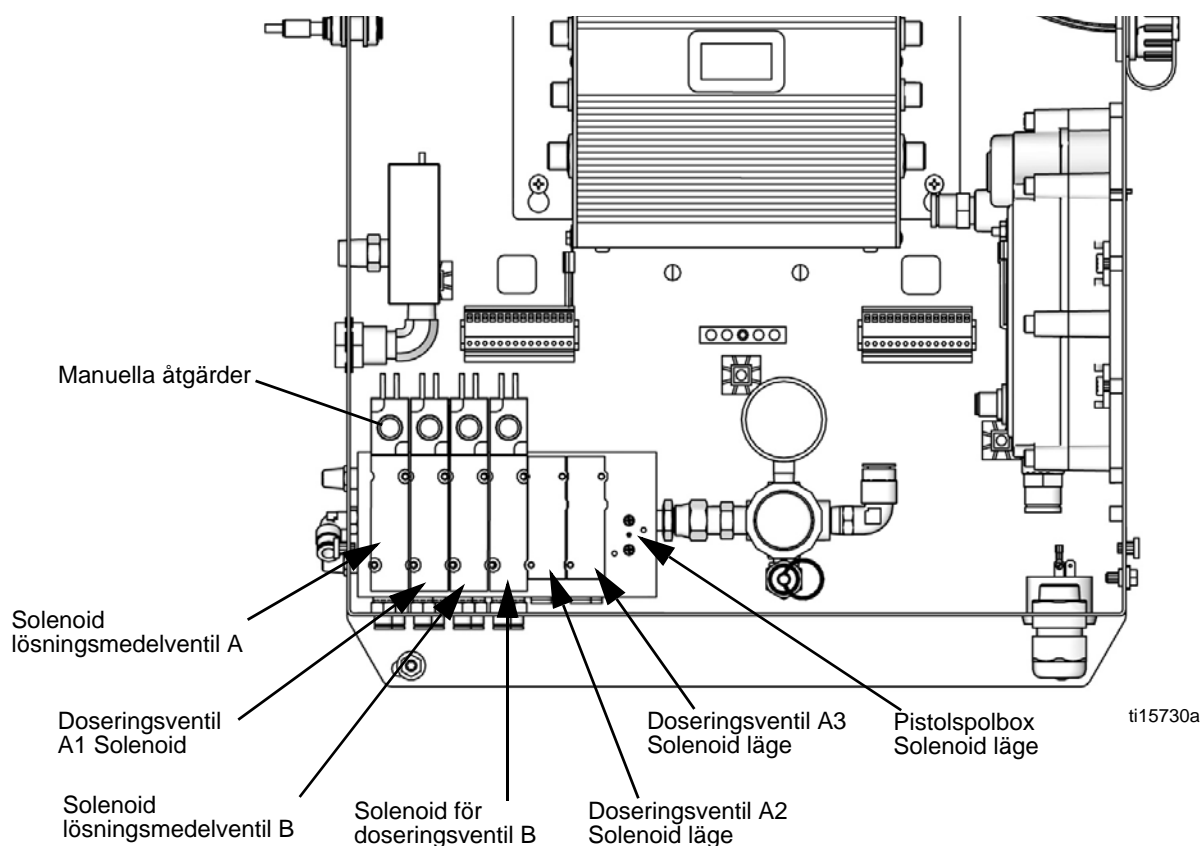

FIG. 1. Solenoidventiler i styrbox
- Med pistolen aktiverad, tryck på den manuella styrningen på solenoid för doseringsventil A och B för att lätta på trycket. Se FIG. 1, sidan 15. Bekräfta att väsketrycket har sänkts till 0.
- Med pistolen aktiverad, tryck på den manuella styrningen på solenoid för doseringsventil A1 (A2, A3) för att lätta på trycket. Se FIG. 1, sidan 15.
- Med pistolen aktiverad, tryck på den manuella styrningen på solenoid för doseringsventil A och B för att lätta på trycket. Se FIG. 1. Bekräfta att lösningsmedelstrycket har sänkts till 0.
7. Ta bort kåpan på styrboxen så att du kommer åt solenoidventilerna. Se FIG. 1, sidan 15.
- Rensa komponent A-sidan. Se FIG. 1, sidan 15. Tryck på solenoidventilens manuella styrning för doseringsventil A och tryck av pistolen ner i ett jordat metallkärl.